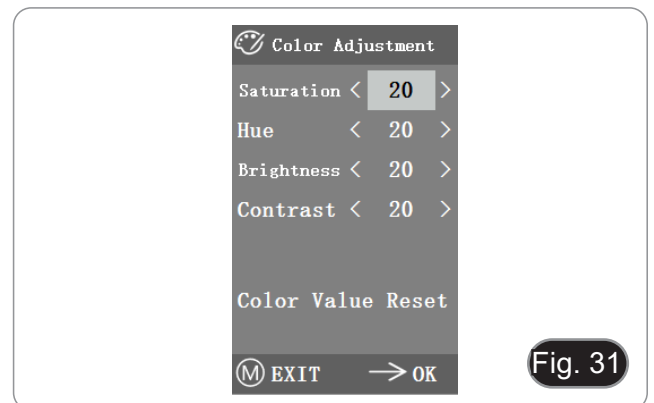

Fig. 31
1. Dopo essere entrati nel menu di regolazione del colore (Fig. 31), Saturazione, Tonalità, Luminosità e Contrasto possono essere regolati per far raggiungere all'immagine il livello richiesto.